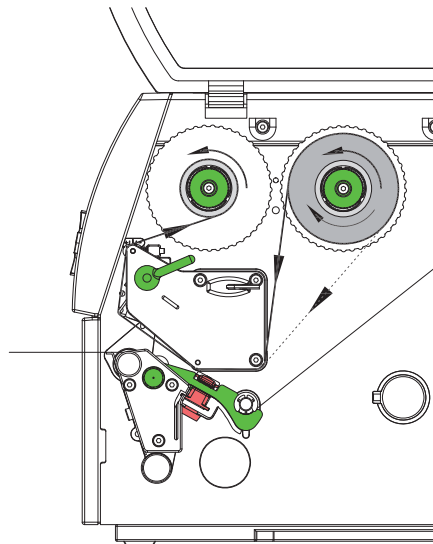

Fig. 11 Transferfoliekørsel
6. Skyd en passende kerne (4) på transferfoliens opvikler (5) og positioner og fastgør på tilsvarende vis som folierullen.
7. Før transferfolie gennem printenheden som vist i Fig. 11. Den gennemgående linje gælder for folier med indvendig viklet belægningsside, den stiplede linje for folier med udvendig viklet belægningsside.
8. Fastgør starten af transferfolien med klæbestrimmel midt på transferfoliekernen (4). Ved anvendelsen af kerner, som er bredere end transferfolien, brug skala (7) på hovedvinklen for foliens udretning. Vær opmærksom på transferfolieoprullerens rotationsretning mod uret.
9. Drej transferfolieopruller (5) mod uret for at glatte transferfoliens løb.
10. Drej armen (6) med uret for at låse printhovedet.